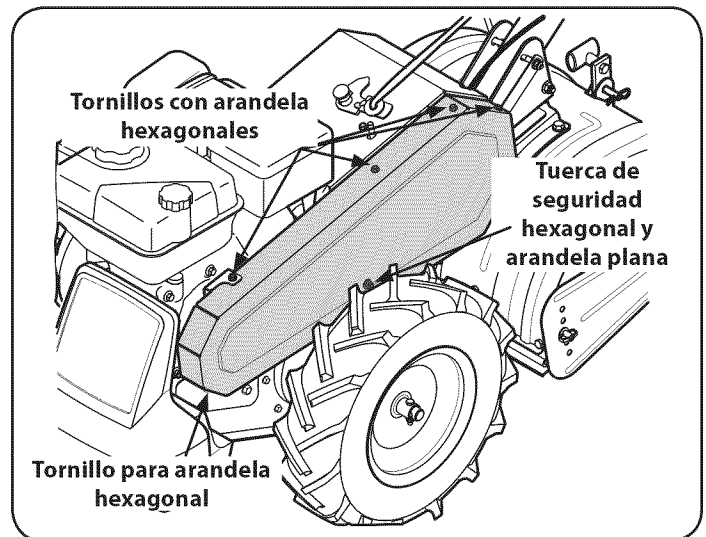

Figura 25
1. Saque la cubierta de la correa desde el lado izquierdo de la cultivadora extrayendo los cinco tornillos con arandelas hexagonales de la parte superior de la cubierta. Vea la Figura 25.
2. Retire con cuidado la tuercas de seguridad hexagonal y la arandela plana del lado frontal de la cubierta de la correa. Vea la Figura 25.